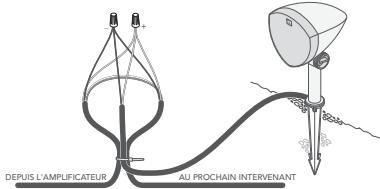

Figure 8
- Coupez les deux fils appropriés pour l'enceinte gauche ou droite (voir les tableaux ci-dessous) et dénudez 3/4 po d'isolation sur les extrémités exposées des fils d'enfoncement, puis dénudez 3/4 po d'isolation aux extrémités des câbles de l'enceinte correspondante (voir Figure 8).
- Créez une boucle d'environ 250 mm (10po) et utilisez un collier de serrage pour maintenir la boucle et la queue de cochon de l'enceinte en place afin de soulager la tension (voir Figure 8).